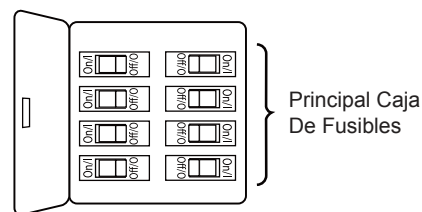

Figura 1
1. Extraiga la pieza de la bola colgante de la unidad de la bola colgante / varilla aflojando el tornillo de presión de la bola colgante hasta que la bola se libere de la varilla. Retire el pasador del barral y luego extraiga la semiesfera. Conserve el pasador y la semiesfera para su reinstalación en el paso 6. (Figura 1)
Para evitar una posible descarga eléctrica, asegúrese de cortar la alimentación eléctrica de la caja de fusibles principal antes de colgar el ventilador. (Figura 1)
- ☐ 1. Para configurar el código de unidad del receptor. Deslice los interruptores de código a las mismas posiciones que en el transmisor. (Figura 1)